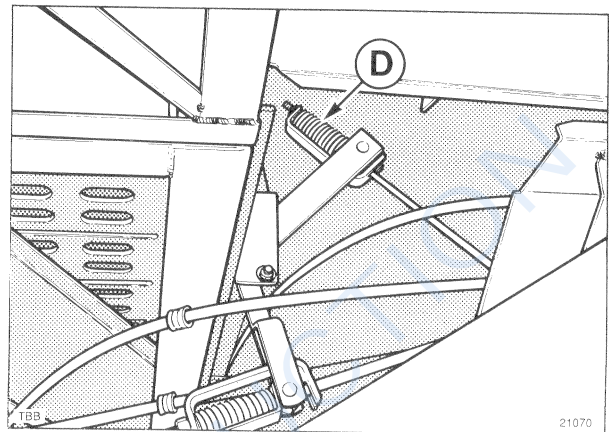

Fig. 129
**2. COURROIE D'EMBAYAGE DE LA BARRE DE COUPE (Figure 129)**